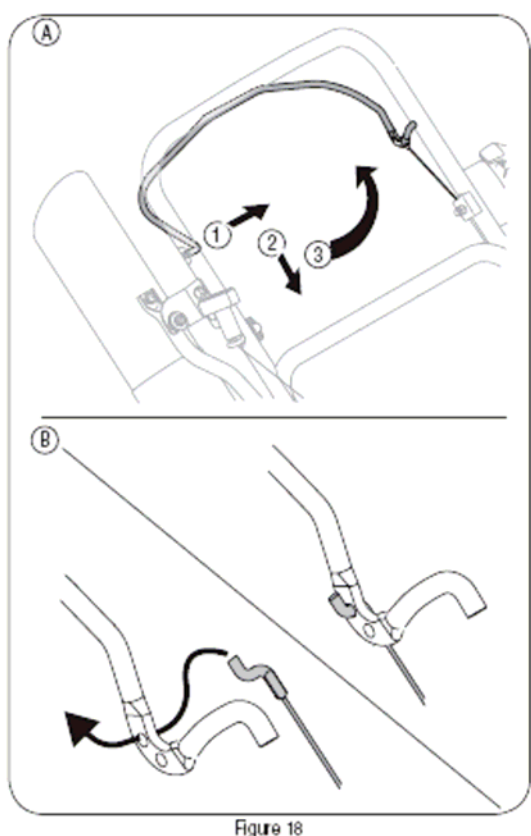

Figure 18
1. Вынуть правую сторону управляющего органа (ручку) из правого отверстия верхней ручки (смотри рисунок 18А).
3. Поверните ручку, чтобы вынуть ее из левого отверстия верхней ручки (смотри рисунок 18А).
4. Проведите трос управления через z-образный зажим, а также через переднее и заднее отверстие ручки управления (смотри рисунок 18В).